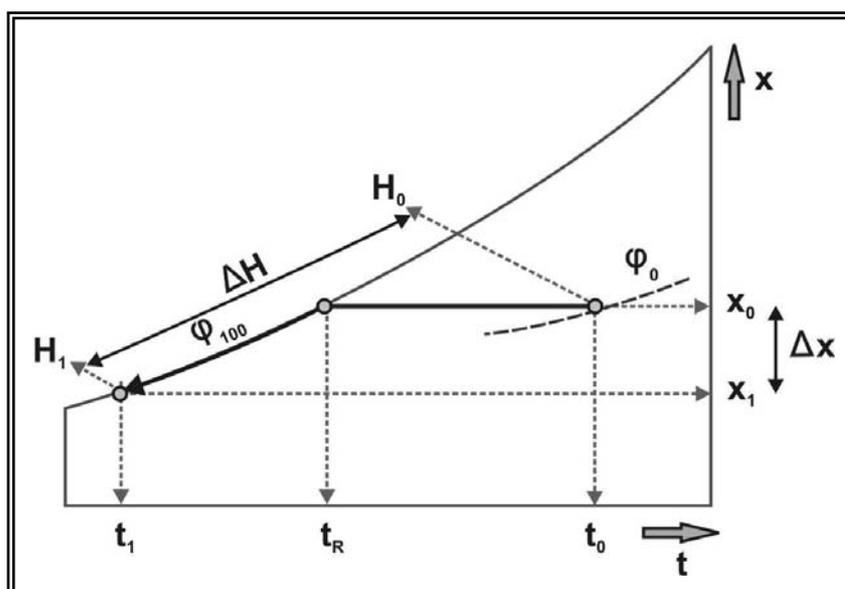

Figura 13
**Enfriamiento a humedad constante:** esta transformación es la inversa de la anterior y se la puede utilizar en los procesos de enfriamiento para acondicionadores de aire. En la medida que el aire se enfría su **HRA** comienza a aumentar. Si sigue bajando la temperatura, la humedad relativa ambiente puede llegar al 100 % (con lo cual comenzaría a condensar agua) y esa sería la temperatura de rocío ( $t_R$ ). Si se sigue disminuyendo la temperatura el vapor de agua condensa (para mantener la humedad relativa ambiente en el 100 %), por lo cual la humedad absoluta disminuye, (por eso un aparato de aire acondicionado gotea agua desde el enfriador). Supóngase que se parte de un aire con temperatura  $t_0$ , entalpía  $H_0$  y **HRA**  $\phi_0$ , al enfriarlo hasta saturación se llega a la temperatura de rocío ( $t_R$ ) y si se sigue enfriando hasta la temperatura  $t_1$ , condensa agua. La cantidad de agua condensada por unidad de masa de aire es  $(x_0 - x_1)$  y la cantidad de calor a extraer para llevarlo a esas condiciones es  $(H_0 - H_1)$ . Ver **Figura 13**.